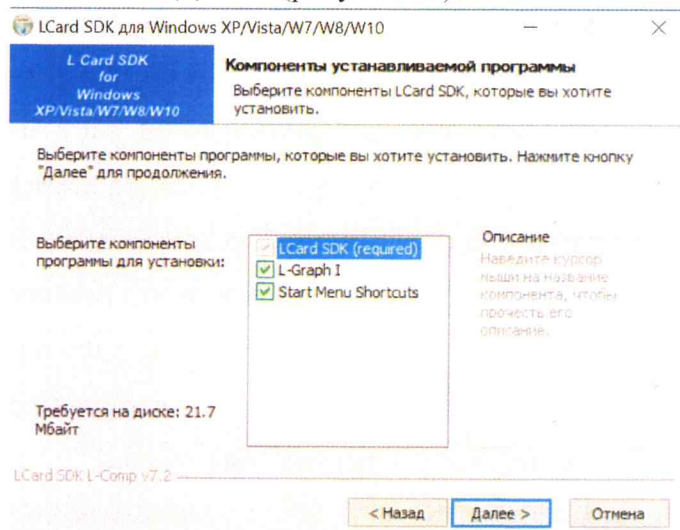

Рисунок 18
6) В появившемся окне нажмите «Далее» (рисунок 18).